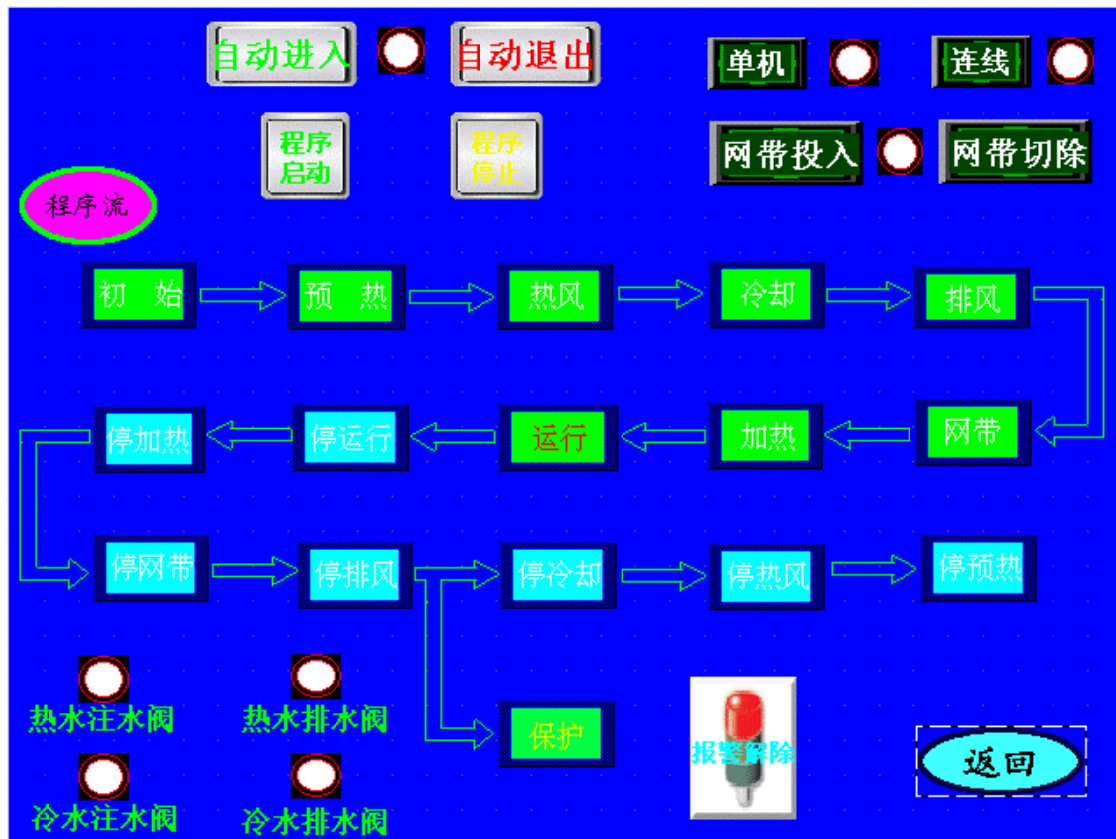

图 4-13 监控画面
* 为了监控运行情况，可以触摸画面右下方的“监控”键，使画面变为“监控”画面（见图 4-13）。
（见图 4-13）